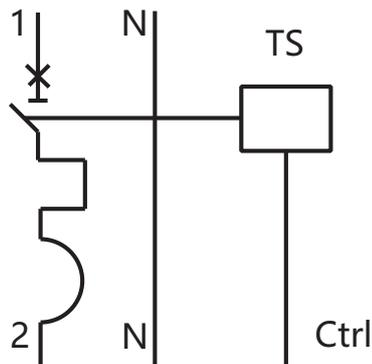

图1 工作原理图
- 4、为了您的安全，请合理选择断路器的短路保护特性要求，并合理配备安装导线。严格按图1接线图配线安装；
5.2 工作原理(见图1):